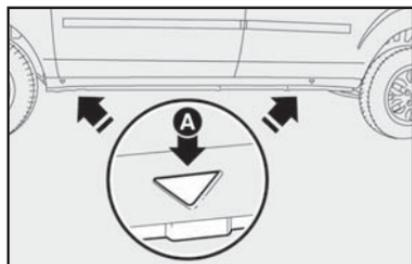
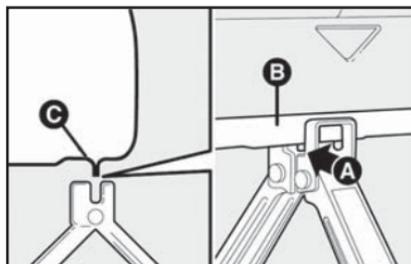

fig. 9
fig. 10
4) Colocar o macaco onde está marcado o símbolo ▼ **A-fig. 9**, perto da roda a substituir, e certificar-se de que a ranhura **A-fig. 10** do macaco esteja bem encaixada na longarina **C**.